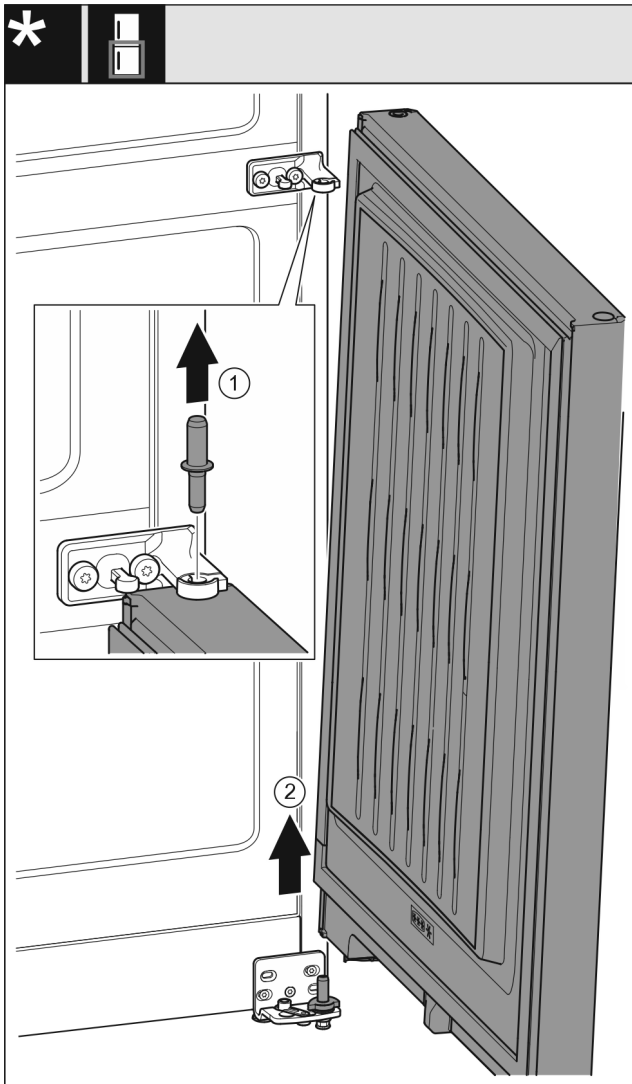

Fig. 31 Ohne Schließdämpfer*
- Bolzen Fig. 31 (1) nach oben herausziehen.*
- Tür Fig. 31 (2) herausschwenken, nach oben ziehen und beiseitestellen.*